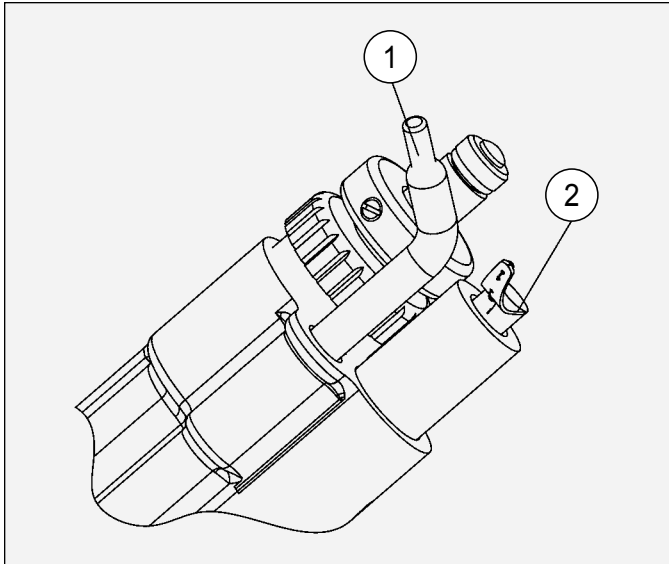

Abbildung 7: Anfangsposition von Versorgungsrohr und -bürste
1. Installieren Sie das korrekte Versorgungsrohr in die Öffnung im Applikator. Siehe Abbildung 7. Platzieren Sie das Rohr ungefähr so, wie auf der Abbildung dargestellt.
2. Führen Sie die Bürste 80085-00 in das Sprühpistolenrohr. Positionieren Sie sie wie in Abbildung 7 aufgeführt.
ANFANGSPOSITION VON VERSORGUNGSROHR UND -BÜRSTE (Abbildung 7)